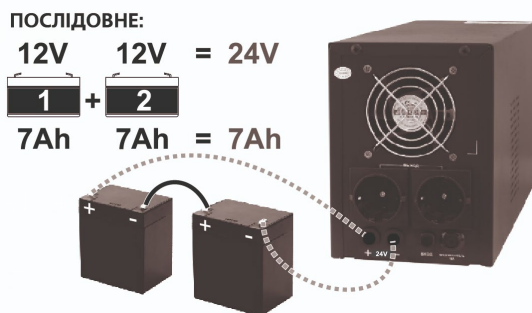
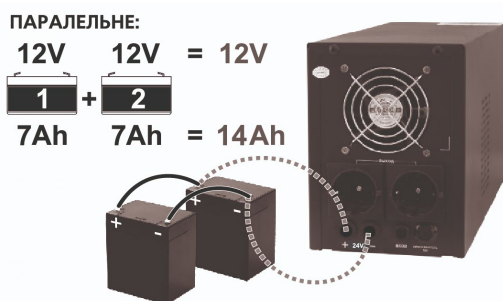
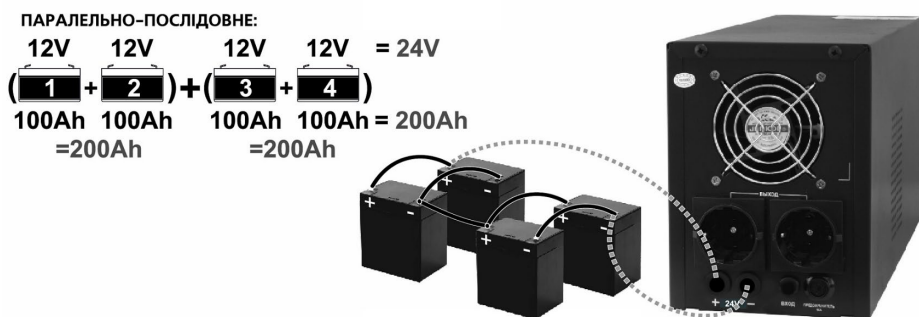

Рисунок 2. Схема послідовного з'єднання виробів.
Рисунок 3. Схема паралельного з'єднання виробів.
Рисунок 4. Схема паралельно-послідовного з'єднання виробів.
2. Вибрати схему з'єднання 2, 3, 4 виробу послідовно (рис. 2), паралельно (рис. 3) або паралельно-послідовне (рис. 4).